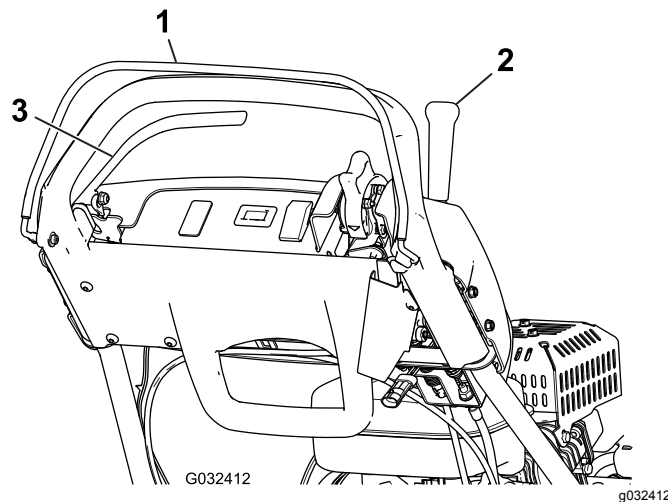

Bild 31
3. Versuchen Sie den Fahrantriebshebel bei gelöster elektronischer Sicherheit zu aktivieren (Bild 31). Der Fahrantriebshebel sollte nicht aktiviert werden. Wenn der Fahrantriebshebel aktiviert werden kann, müssen die Sicherheitsschalter gewartet werden. Beheben Sie den Fehler vor der Verwendung, siehe Warten des Fahrantriebs-Sicherheitsschalters \(Seite 33\).
4. Lösen Sie die elektronische Sicherheit, wenn die elektronische Sicherheit gedrückt und der Fahrantriebshebel aktiviert ist (Bild 31). Der Fahrantriebshebel sollte deaktiviert
5. Aktivieren Sie die elektronische Sicherheit und schieben Sie den Ganghebel nach links; kuppeln Sie dann den Fahrtrieb und den Spindelantrieb ein und lösen Sie die elektronische Sicherheit (Bild 31). Der Fahrtriebshebel sollte deaktiviert werden. Wenn der Fahrtriebshebel nicht deaktiviert wird, müssen die Sicherheitsschalter gewartet werden. Beheben Sie den Fehler vor der Verwendung, siehe Warten des Fahrtriebs-Sicherheitsschalters \(Seite 33\) oder Einstellen des Spindelantriebs \(Seite 36\).
6. Aktivieren Sie die elektronische Sicherheit und schieben den Ganghebel nach links, um den Fahr- und Spindelantrieb einzukuppeln; schieben Sie den Ganghebel nach rechts, um den Spindelantrieb auszukuppeln (Bild 31). Der Spindelantrieb sollte ausgekuppelt werden. Wenn der Spindelantrieb sich nicht auskuppeln lässt, müssen die Sicherheitsschalter gewartet werden. Beheben Sie den Fehler vor der Verwendung, siehe Einstellen des Spindelantriebs \(Seite 36\).
2. Kuppeln Sie den Fahrtriebshebel aus, aktivieren Sie die Betriebsbremse und stellen die Motorbedienelemente in die Start-Stellung (Bild 31). Versuchen Sie nun, den Motor zu starten. Der Motor sollte jetzt anspringen. Wenn der Motor nicht anspringt, muss der Sicherheitsschalter gewartet werden. Beheben Sie den Fehler vor der Verwendung der Maschine, siehe (Seite)
3. Lassen Sie den Motor an, aktivieren die Betriebsbremse (nicht die Feststellbremse), aktivieren die elektronische Sicherheit und kuppeln den Fahrtriebshebel ein (Bild 31). Der Motor sollte gegen die Bremse kämpfen aber nicht ausgehen. Wenn der Motor ausgeht, muss der Sicherheitsschalter gewartet werden. Beheben Sie den Fehler vor der Verwendung der Maschine, siehe (Seite)
4. Lassen Sie den Motor an, aktivieren den Feststellbremsriegel, aktivieren die elektronische Sicherheit und kuppeln den Fahrtriebshebel ein (Bild 31). Der Motor sollte abstellen. Wenn der Motor nicht abstellt, muss der Sicherheitsschalter gewartet werden. Beheben Sie den Fehler vor der Verwendung, siehe (Seite).
2. Aktivieren Sie die elektronische Sicherheit, kuppeln den Fahrtriebshebel ein und stellen die Motorbedienelemente in die Start-Stellung (Bild 31). Versuchen Sie jetzt, den Motor zu starten. Der Motor sollte nicht starten. Wenn der Motor startet, muss der Sicherheitsschalter gewartet werden. Beheben Sie den Fehler, bevor Sie den Betrieb aufnehmen. Siehe Warten des Fahrtriebs-Sicherheitsschalters \(Seite 33\).